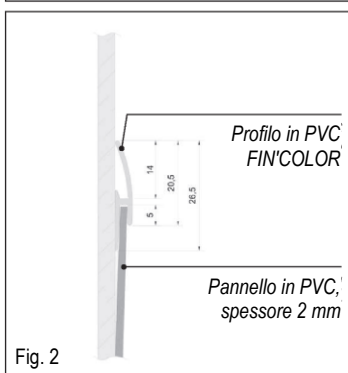

Fig. 2
- Tagliare il profilo FIN'ALU orizzontale in base alle dimensioni del muro e posizionarlo lungo il bordo superiore dei pannelli (vedere fig. 2).